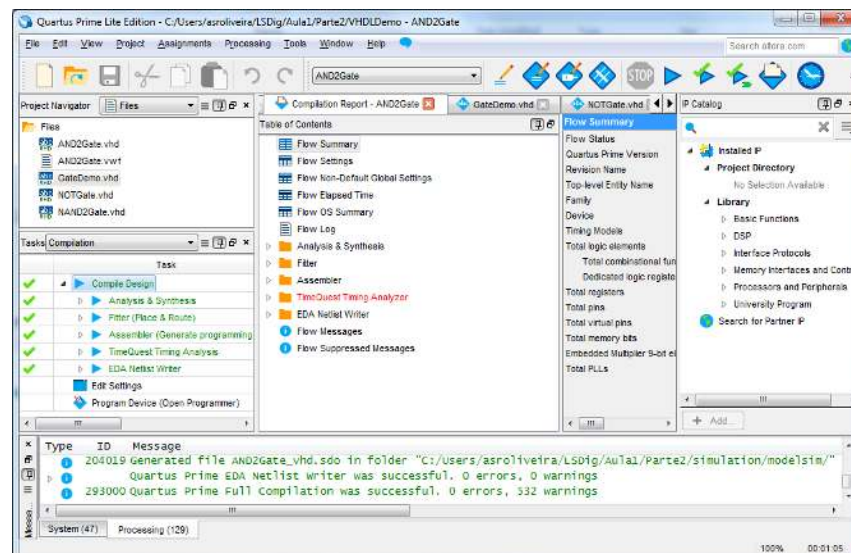

Figura 50 – “Quartus Prime” IDE após compilação completa do projeto.
22. Efetue a síntese e implementação do sistema através do comando “*Compile Design*”. No final da compilação o IDE deve apresentar o aspeto da Figura 50.